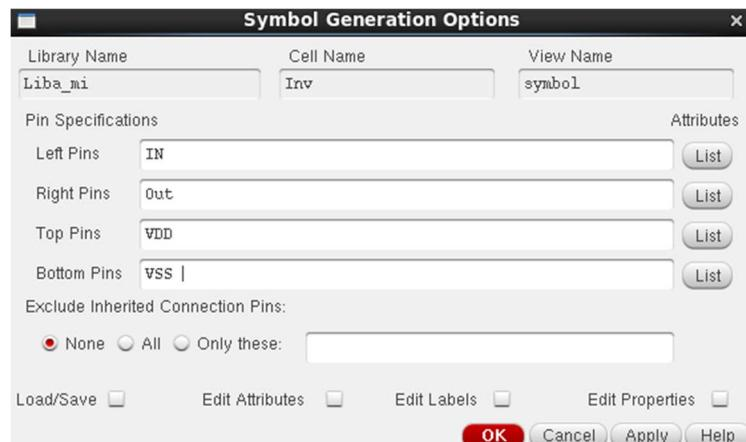

Рисунок 7 – Мастер генерации символа
2. В появившемся диалоге необходимо выбрать schematicSymbol и нажать OK. После чего появится окно (рисунок 7), в котором необходимо расставить пины схемы и нажать OK;